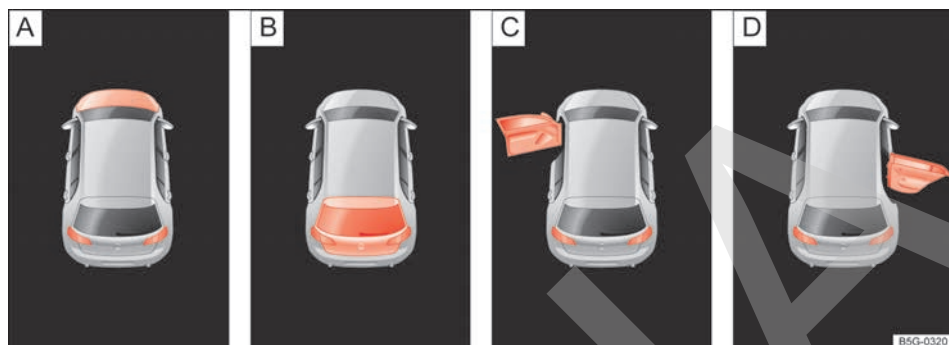

Fig. 15 En la pantalla del cuadro de instrumentos: indicaciones sobre el estado del capó del motor, del portón del maletero y de las puertas.
Leyenda de la fig. 15:
- Puertas, capó del motor y portón del maletero abiertos → fig. 15
Tras desbloquear el vehículo y durante la marcha, en la pantalla del cuadro de instrumentos se muestra si alguna de las puertas, el capó del motor o el portón del maletero están abiertos → fig. 15 y, dado el caso, también se indica con una señal acústica. Según la versión del cuadro de instrumentos, la representación puede variar.